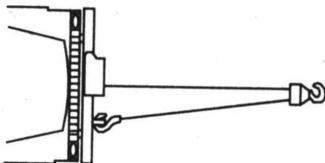

Figure 15
1. Double ligne avec un mousqueton (voir Fig.15) pour réduire la charge sur le treuil, le câble métallique et la batterie. Le double revêtement réduira également la vitesse de la ligne du treuil. Assurez-vous que tout l'équipement utilisé répond à la capacité de traction maximale du treuil. En cas de double doublure, les poulies doivent être évaluées à au moins deux fois la capacité de traction du câble du treuil.